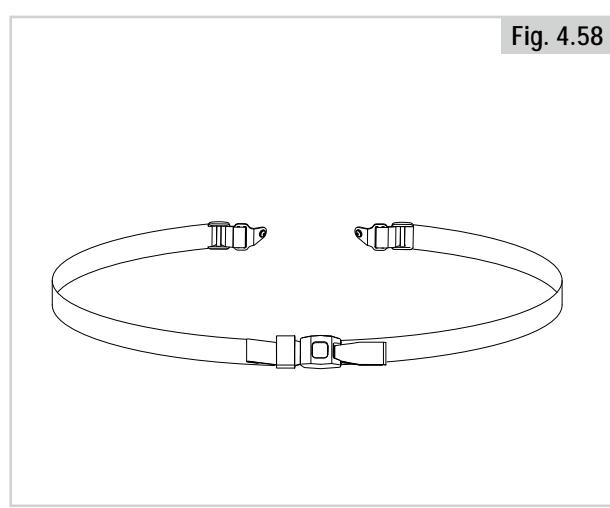

Fig. 4.59
1. Fastgør (A) til sæderammen med en skrue på hver side. (Fig. 4.59)